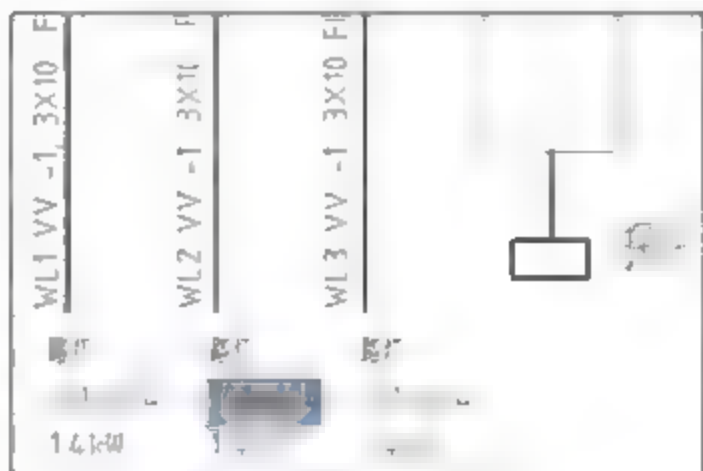

图6-32 选择文字
**04** 在命令行中输入DDEDIT【编辑文字】命令并按Enter键结束，根据命令行提示选择需要修改的文字，文字将变成可输入状态，如图6-32所示。